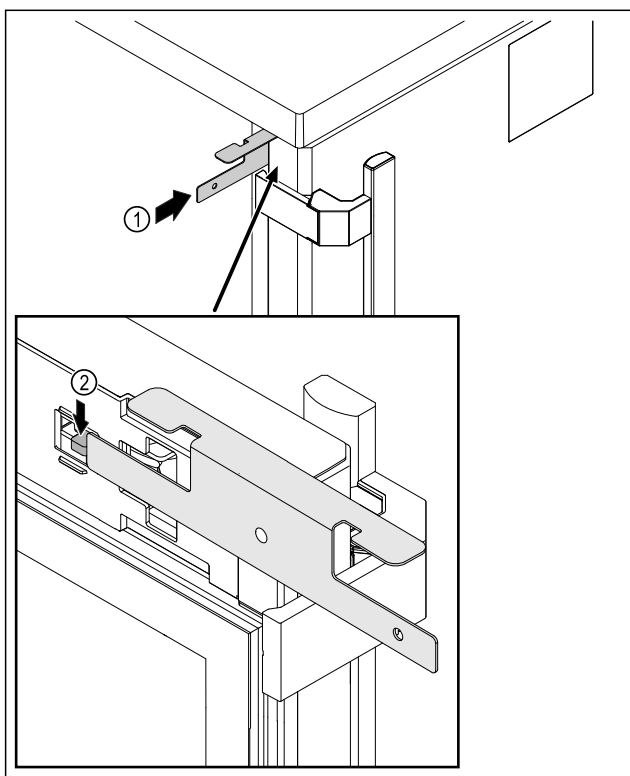

Fig. 218
- ▶ Introduceți cheia de deblocare de urgență Fig. 218 (1) între ușă și corpul aparatului.
- ▶ Apăsați cârligul de închidere Fig. 218 (2) în direcția balamalei.